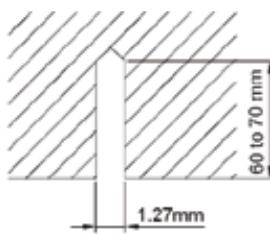

Fig.7
- (2). Montați bolțurile în tavan într-un loc destul de rezistent pentru a putea suspenda unitatea. Marcați pozițiile bolțurilor conform șablonului de montare. Cu un burghiu pentru beton, dați găuri cu diametrul de 12,7mm (1/2"). (Fig. 7)